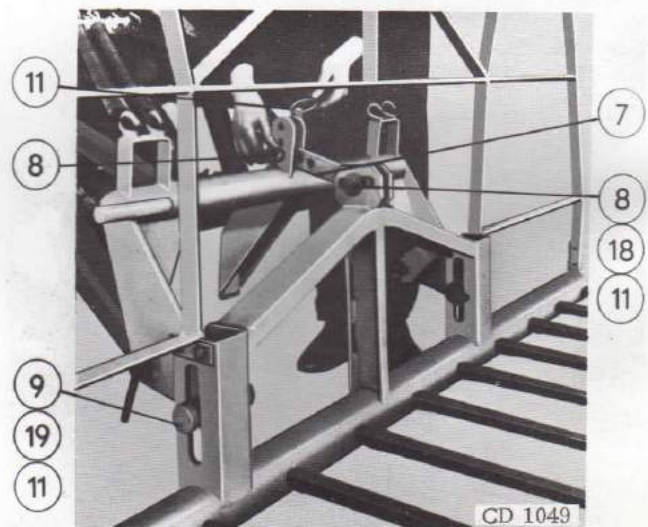

Fig. 32 - Support de montage de la fourche à fourrage
Présenter la fourche sur le support de montage (fig. 32).
Positionner les bras de levage de manière à centrer les broches (9) à l'intérieur des fentes de la fourche. Les broches étant centrées, déplacer le bras de réglage (7) de façon à amener la broche (8) au 1/3 de la fente à partir de l'arrière. Une fois cet ajustement effectué, assujettir le bras sur le support de montage entre les deux pattes de fixation comportant trois trous chacune (fig. 32).
NOTA : Ne pas oublier d'insérer la rondelle (18) entre la goupille et la fente (fig. 32).
Le bras de réglage (7) plat et percé de plusieurs trous, est monté à l'aide des broches (8) ainsi que des goupilles (11) et rondelles (18) prévues à cet effet, étant entendu que l'extrémité qui ne comporte qu'un seul trou doit être fixée sur la fourche (fig. 32).
Si le bras de réglage est correctement ajusté, les pointes des dents de la fourche doivent s'élever en même temps, ou un peu avant la traverse de la fourche. Ne pas tirer le bras de réglage au-delà du point où la fourche, en position haute, repose sur les broches (9) (fig. 32).